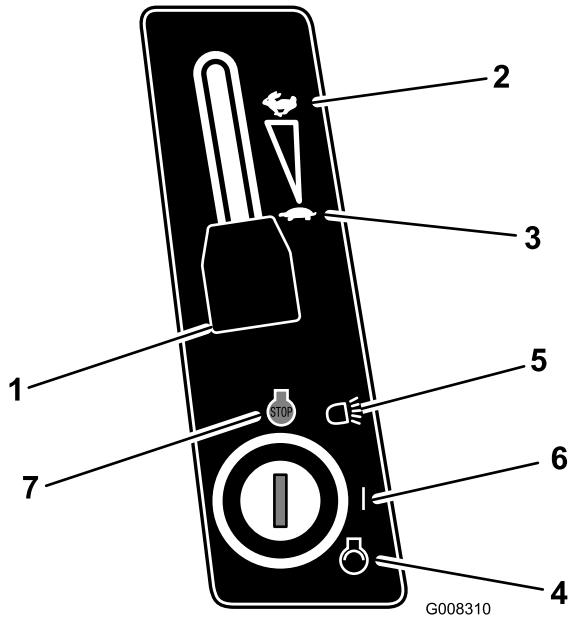

Bild 13
5. Stellen Sie den Gasbedienungshebel beim Anlassen eines kalten Motors auf Choke (Bild 13).
6. Stellen Sie den Gasbedienungshebel auf Langsam (Bild 13).
7. Drehen Sie den Zündschlüssel nach rechts und halten ihn auf Start (Bild 13). Lassen Sie den Schlüssel los, wenn der Motor anspringt.
8. Schieben Sie den Gasbedienungshebel, sobald der Motor angesprungen ist, langsam auf Schnell (Bild 13).
1. Stellen Sie dann den Gasbedienungshebel auf „Langsam“ (Bild 13).
2. Drehen Sie den Zündschlüssel auf Aus“ (Bild 13).